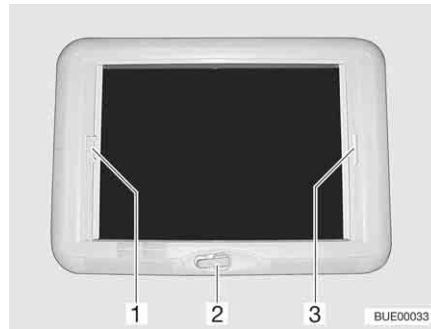

Bild 90 Kurbelhub-Dachhaube
- Die Handkurbel (Bild 90,2) drehen, bis Widerstand spürbar ist (max. Öffnungswinkel 70°).
- Die Faltverdunklung am Griff (Bild 90,3) ziehen und an der gewünschten Position loslassen. Die Faltverdunklung bleibt in dieser Position stehen.
- Den Insektenschutz am Griff (Bild 90,1) zum gegenüberliegenden Griff der Faltverdunklung (Bild 90,3) ziehen und einrasten lassen.
- Den Griff des Insektenschutzes (Bild 90,1) hinten nach oben drücken und den Insektenschutz an der Faltverdunklung (Bild 90,3) aushängen.